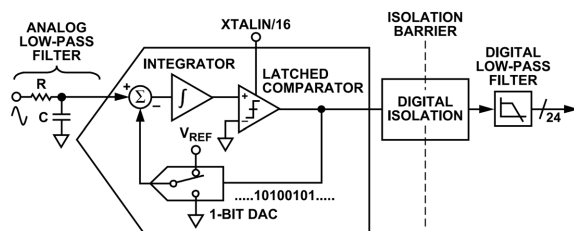
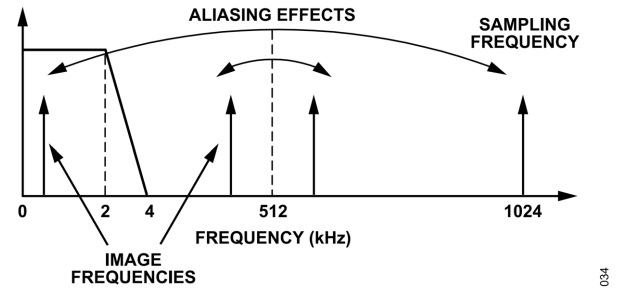

図 32. 1 次  $\Sigma\Delta$  ADC
図 34. エイリアシングの影響
ADE9103/ADE9112/ADE9113 は、3 つの 2 次マルチビット  $\Sigma\Delta$  ADC を搭載しています。簡略化のため、図 32 のブロック図は 1 次の  $\Sigma\Delta$  ADC を示しています。このコンバータは  $\Sigma\Delta$  変調器とデジタル・ローパス・フィルタで構成されており、デジタル・アイソレーション・ブロックで分離されています。
図 32 に、ADC への入力におけるアナログ LPF (RC) を示します。このフィルタは、ADE9103/ADE9112/ADE9113 の外側に配置され、エイリアシングを防止する役割があります。エイリアシングは、図 34 に示すように、サンプリングされたすべてのシステムのアーチファクトです。エイリアシングは、ADC への入力信号の周波数成分であり、その周波数成分が、ADC のサンプリング・レート・の半分より高く、サンプリング・レート・の半分より低い周波数でサンプリングされた信号に現れるものを指します。サンプリング周波数の半分より高い周波数成分 (ナイキスト周波数 (512kHz) と呼ばれる) は、512kHz 以下にまでイメージングされ、つまり折り返されます。これは、アーキテクチャに関係なく、すべての ADC で起きます。図 34 では、1.024MHz のサンプリング周波数に近い周波数のみが、電力量計測の対象帯域幅、すなわち、40Hz~3.3kHz、または 40Hz~2kHz に移動します。高周波 (1.024MHz 付近) のノイズを減衰させ、対象帯域の歪みを防ぐには、LPF の使用が必須です。1.024MHz のサンプリング周波数で減衰が十分に高くなるように、コーナー周波数が 7kHz の RC フィルタを 1 つ使用することを推奨します。このフィルタの 20dB/decade の減衰は通常、エイリアシングの影響を除去するのに十分な大きさです。